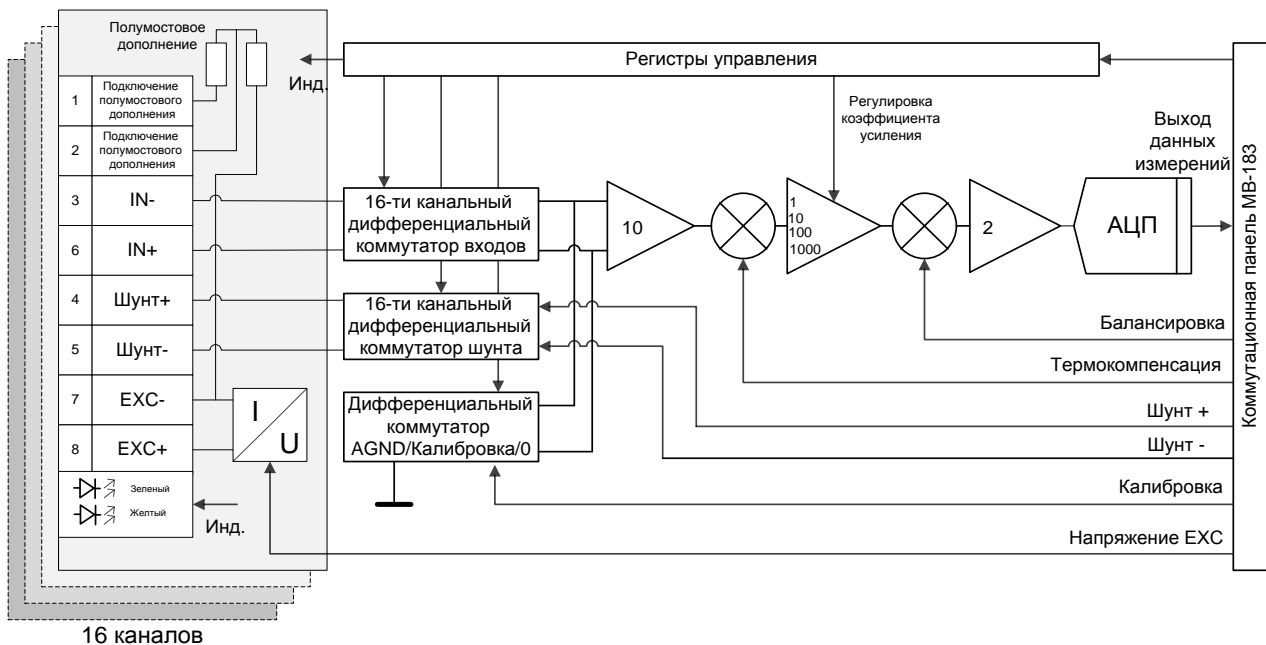

Рис. 5. Структурная схема модуля MI-183
1.4.7.1 Структурная схема модуля MI-183 приведена на Рис. 5.
1.4.7.4 Сигнал от измерительного датчика, подключенного к входному разъему (+In, -In) через помехозащитный ФНЧ (на схеме Рис. 5 не отображен) подается на вход 16-канального дифференциального коммутатора, управляемого соответствующими выходами Регистра управления. Сигнал с выхода дифференциального коммутатора подается на вход дифференциального усилителя с коэффициентом усиления 10 для преобразования и усиления.